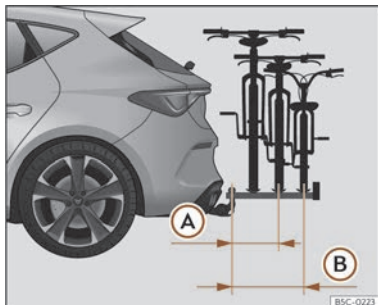

Fig. 197 Representació esquemàtica del voladís màxim de la càrrega en un portabicicletes per a dues o tres bicicletes.
El voladís màxim no haurà de superar, en el cas dels portabicicletes de dues bicicletes, els 500 mm des del centre del capçal esfèric fins al centre del carril del darrer suport >>> **fig. 197**
A. En el cas dels portabicicletes de tres bicicletes, no s'hauran de superar els 700 mm >>> **fig. 197 B**.